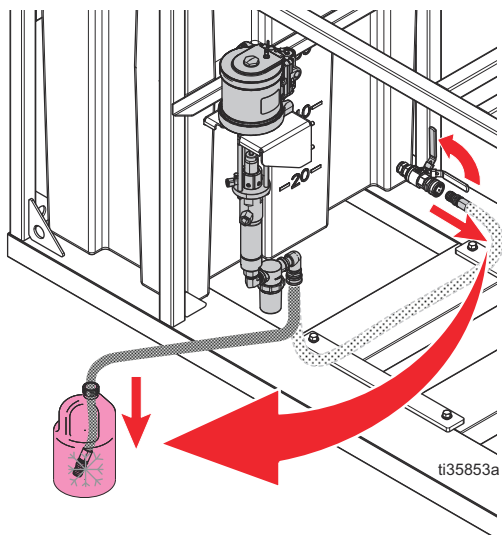

FIG. 39: Meter la manguera de entrada de la bomba.
2. Vacíe el tanque de agua (AF). Desconecte la manguera de entrada de la bomba y abra la válvula del tanque de agua (AG). Consulte FIG. 39.